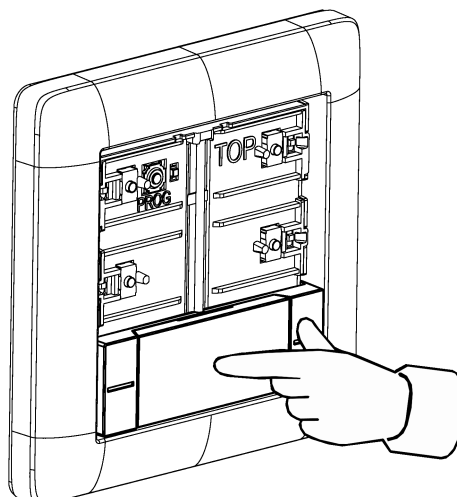

Figura 7: Pressione del centro del copritasto
- Premere il centro del copritasto (Vedi figura 7).